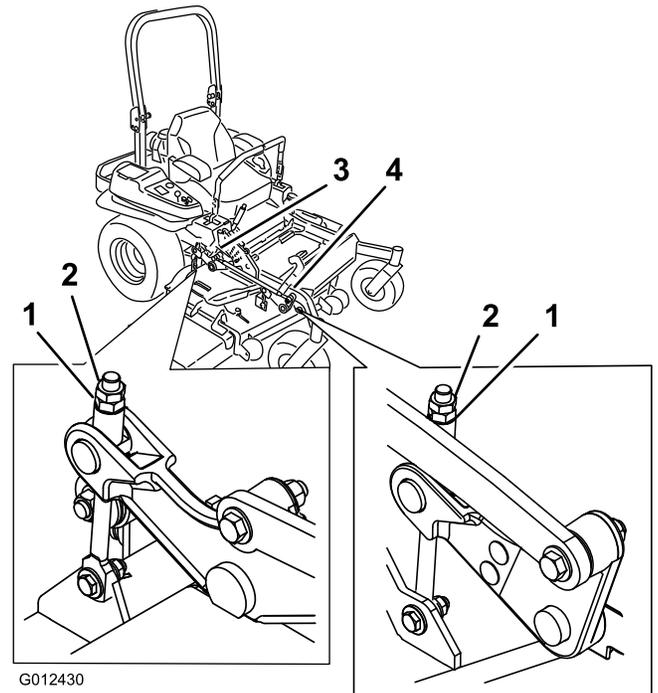

Figure 91
10. Ajustez précisément le serrage de l'écrou de réglage sur l'ensemble de relevage du plateau avant (Figure 91).
16. Ajustez précisément le serrage de l'écrou de réglage sur l'ensemble de relevage du plateau avant (Figure 91).